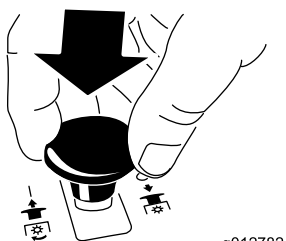

Figura 10
- Empuje el mando de control de las cuchillas (TDF) hacia abajo a la posición de desengranado (Figura 10).